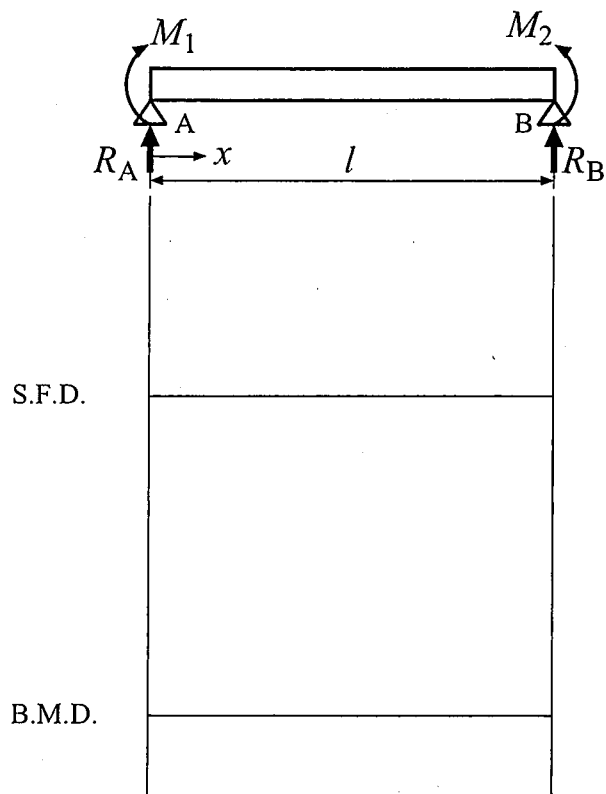

図3-1
- 3 図3-1のようにスパンの両端に偶力 M_1 、 M_2 の作用する単純支持はりの支点反力 R_A 、 R_B とせん断力 S 及び曲げモーメント M を求め、せん断力図 (S.F.D.) と曲げモーメント図 (B.M.D.) を描け。なお、 $M_1 > M_2$ とする。【30点】